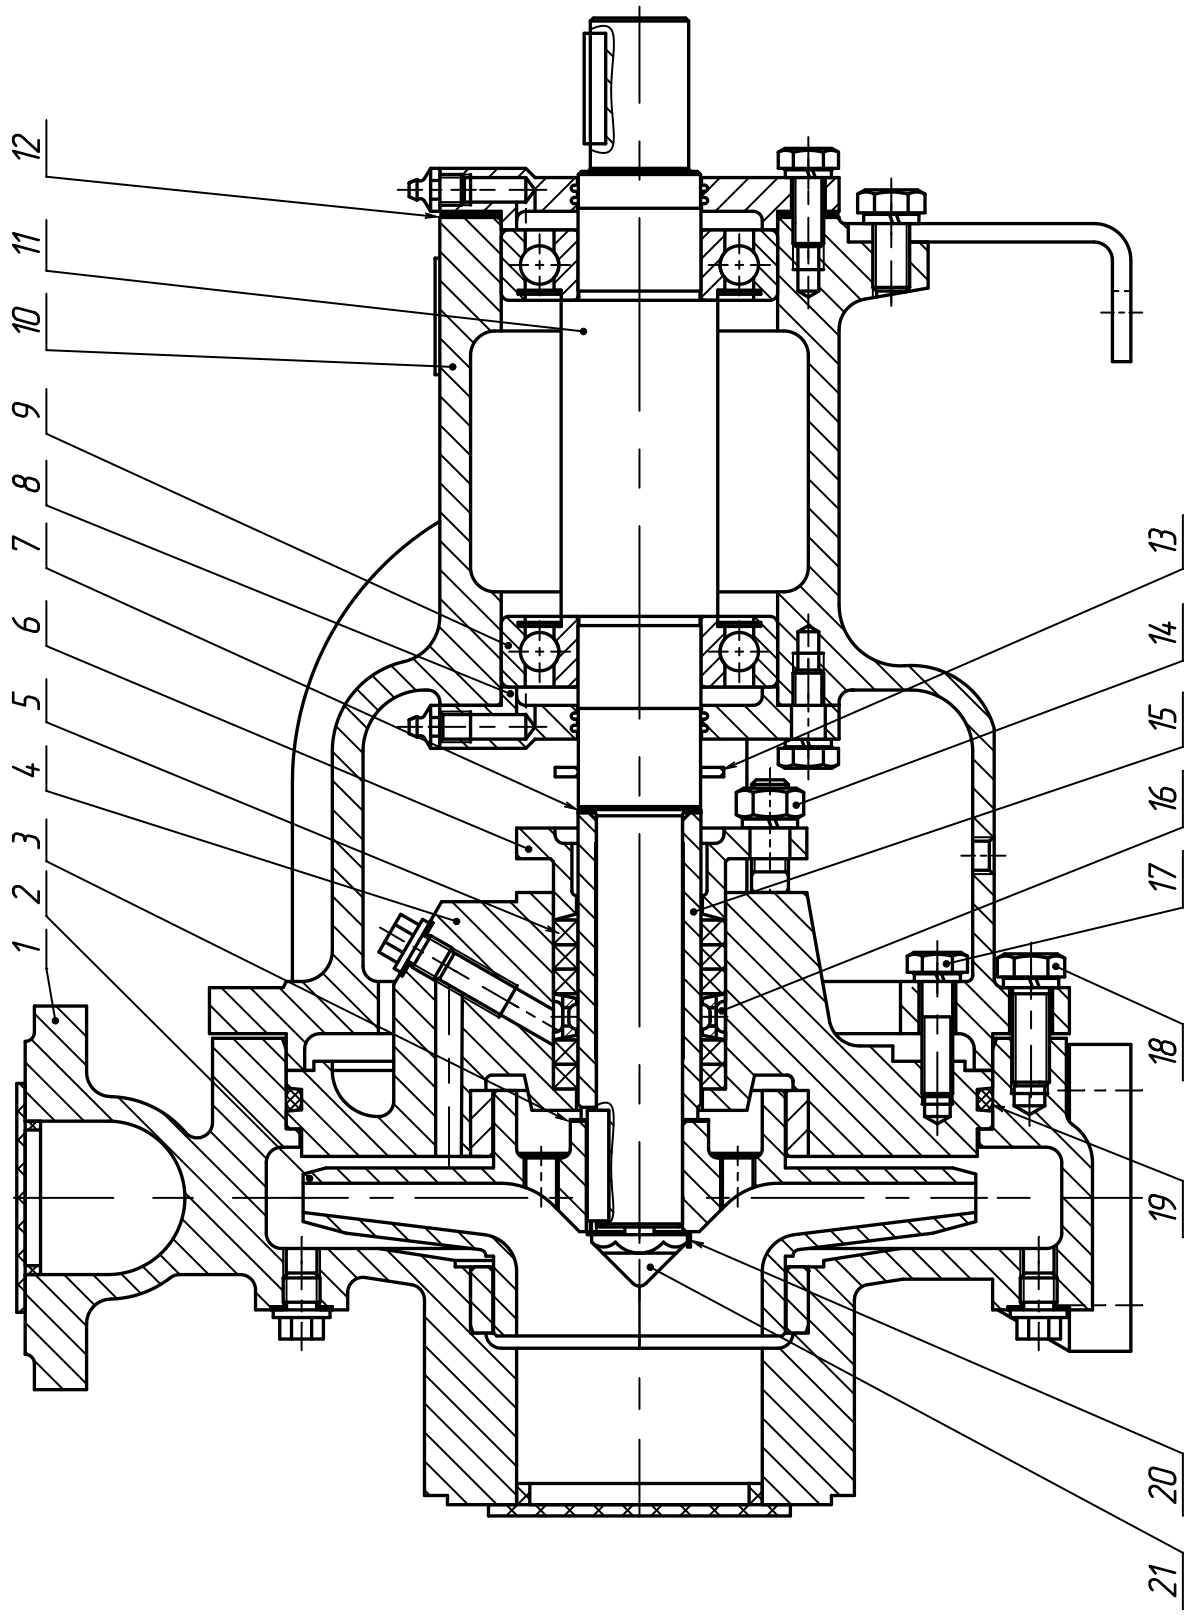

Рисунок 2-Разрез насоса с сальниковым уплотнением
4.1.2 Порядок разборки насоса с сальниковым уплотнением (рисунок 2).
4.2.1 Сборку насоса с сальниковым уплотнением (рисунок 2) производить в следующей последовательности: